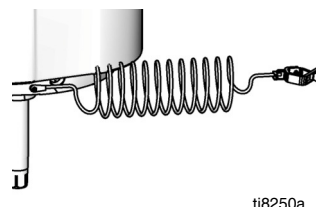

Fig. 10: Messa a terra della pompa
**Pompa:** utilizzare un filo di terra e un morsetto. Allentare il dado di blocco del capocorda di messa a terra e la rondella. Inserire un'estremità del filo di terra fornito nella fessura del capocorda e serrare saldamente il dado di blocco. Collegare l'altra estremità del filo a una messa a terra efficace. Vedere la FIG. 10.